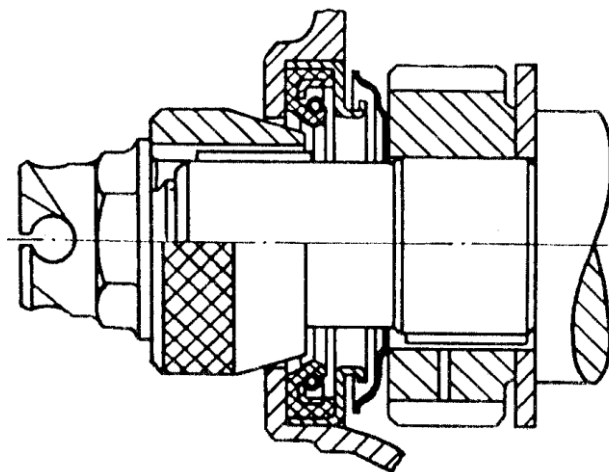

Рис.95. Центрирование переднего сальника коленчатого вала с помощью приспособления 5-У-27685
22. Запрессовать передний сальник с маслоотражателем в крышку распределительных шестерен. Нанести на рабочую кромку переднего сальника моторное масло. Установить крышку распределительных шестерен с передним сальником на шпильки ее крепления, предварительно установив на них прокладку крышки. Крышка должна быть отцентрирована по переднему концу коленчатого вала при помощи специальной конусной оправки (рис.95). Установить на передний конец коленчатого вала оправку, поджать крышку распределительных шестерен к блоку цилиндров при помощи храповика и затянуть гайки крепления крышки.